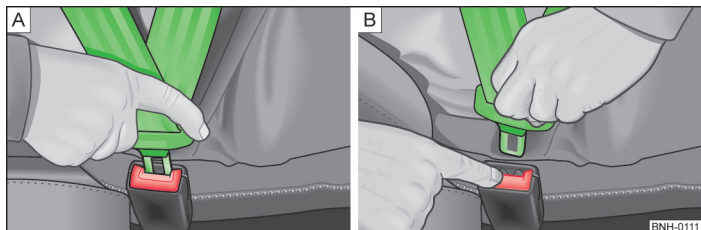

Fig. 151 Fixarea sau desfacerea centurii de siguranță
- » Introduceți clema de fixare în catarama aferentă a centurii de siguranță, până când se fixează cu un declic » fig. 151 - [A].
- » Apăsăți tasta de culoare roșie de pe catarama centurii » fig. 151 - [B], lamela de fixare sare afară.